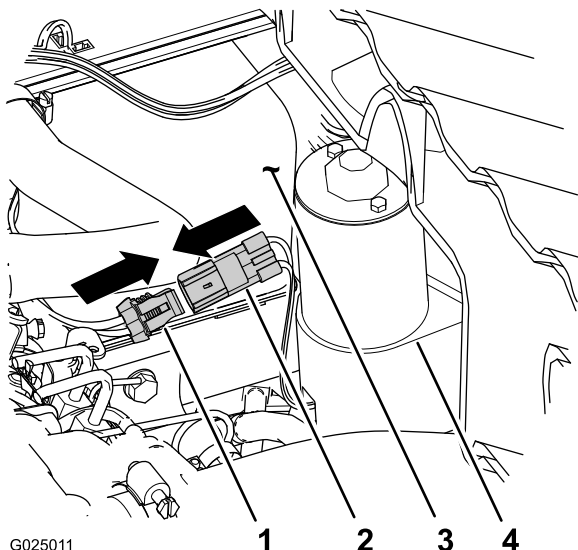

図 8
3. 昇降アクチュエータの2ピン・コネクタを、車両用後部ハーネスの2ソケット・コネクタに接続する (図 8)。